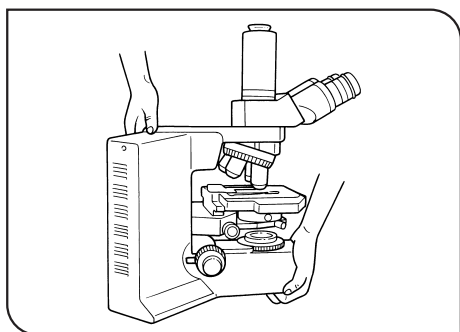

図 2
- 3) 本顕微鏡を持運ぶときは図2のようにアーム部背面の手掛けとベース部を持って、慎重に行ってください。(質量約16kg)